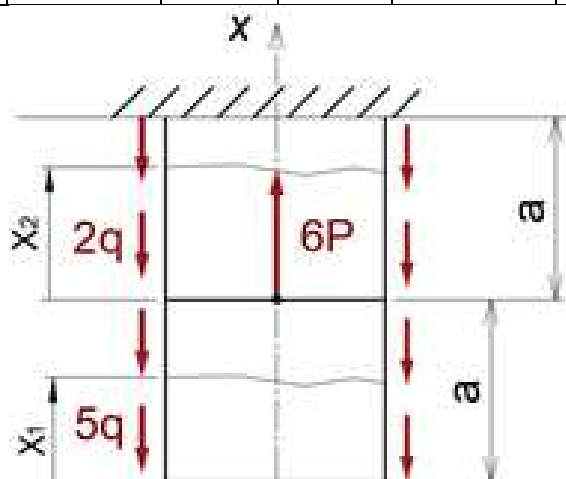

Рис. 1- Расчетная схема нагружения бруса.
- Для бруса, находящегося в условиях простого растяжения-сжатия, определить размеры поперечного сечения и вычислить перемещение свободного конца бруса (рис.1).